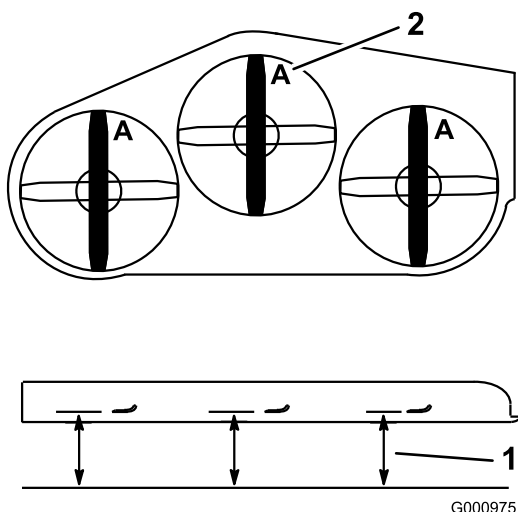

Figura 91
4. Mida en la posición **A** y desde una superficie nivelada hasta el filo de corte de los extremos de la cuchilla (Figura 91).